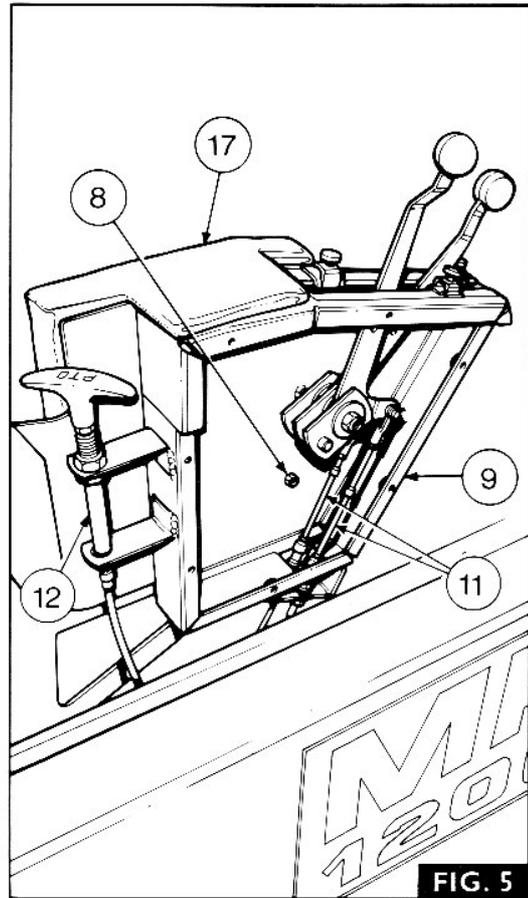

FIG. 5
3. Fig. 5. Retirer les 4 écrous (8) fixant la console (9) sur le siège (10) et dégager la console en la soulevant.
4. Si nécessaire, dégager les câbles de commande de contrôle d'effort et de position (11) des leviers.
5. Si nécessaire, détacher le câble de prise de force (12) au niveau du carter central et le dégager de la console.
2. Fig. 5. Mettre en place la console (9) et la fixer au moyen des 4 écrous (8)
2. Fig. 5. Retirer les 2 écrous supérieurs(8) fixant l'accou-